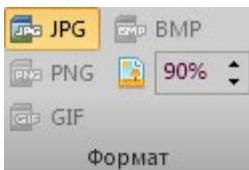

Рисунок 16
4. Выберите формат хранения фотоснимков (рекомендуется JPG) (рис. 16).